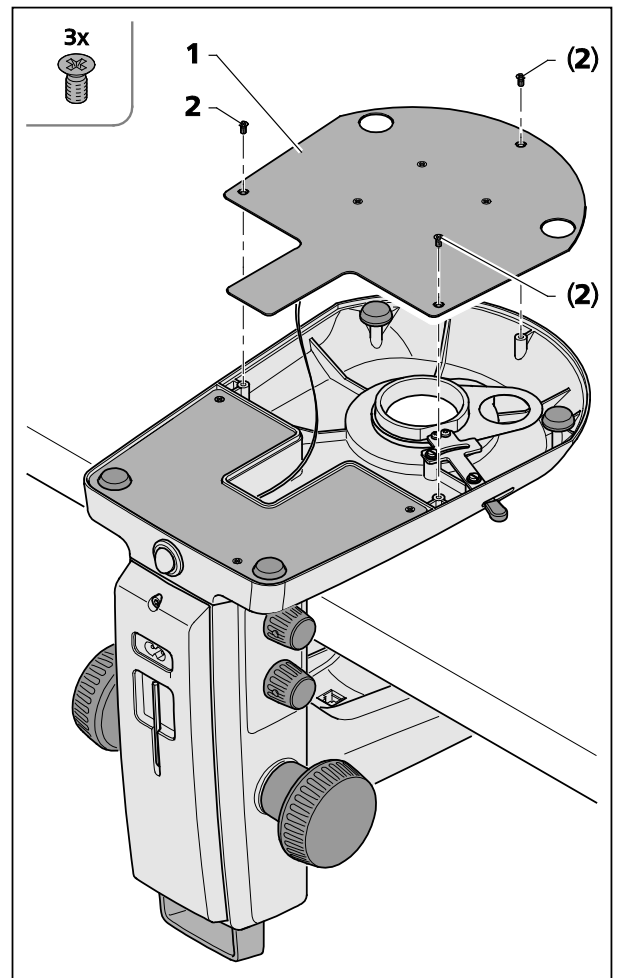

图28 打开 K EDU 镜臂的盖板
在清洁和移除意外掉落的异物时，可以移除镜臂盖板(图28/1)。
- 松开三个十字槽螺钉(图28/2)，小心地取下镜臂盖板(图28/1) 放到一边。
- 要注意不要让电线和镜臂盖板(图28/1) 分离。